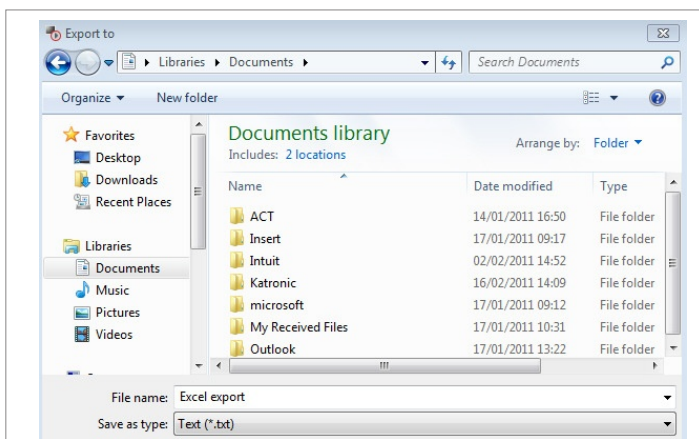

Рис. 3. Экспорт данных в Microsoft Excel
- Перейдите в меню **Файл (File) - Экспорт (Export)**, выберите местоположение и название файла (рис. 3).